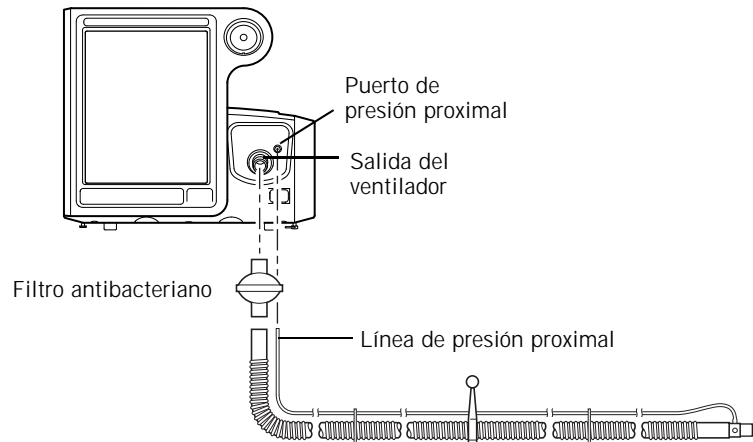
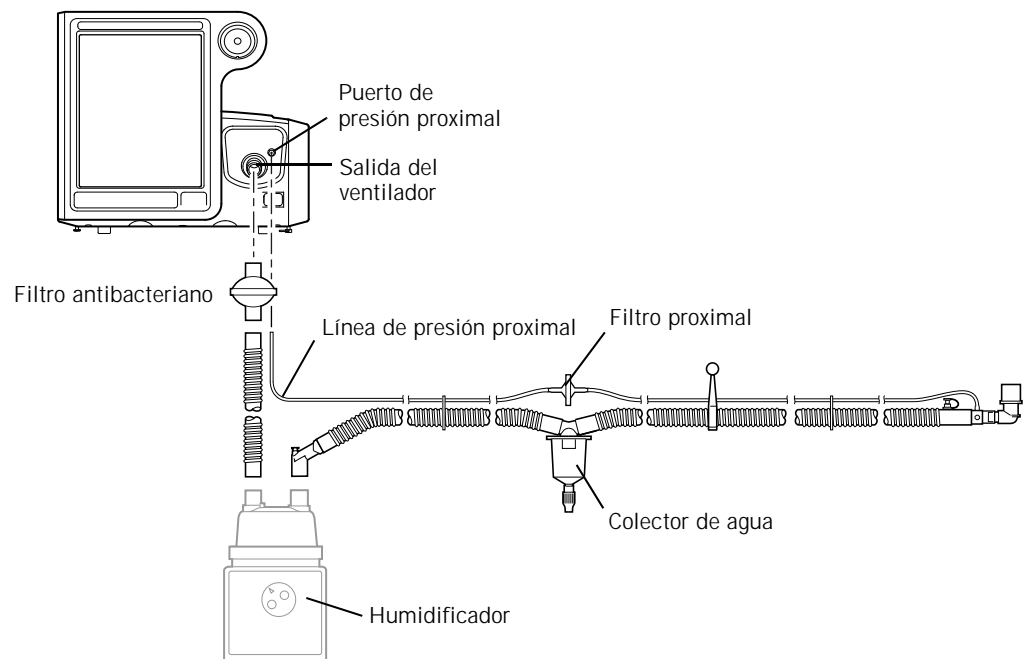

Figura 5-2: circuito de paciente no invasivo, sin humidificación
Figura 5-3: circuito de paciente invasivo, con humidificación
1. Ensamble el circuito del paciente, incluidos el filtro antibacteriano del flujo principal (inspiratorio), la línea de presión proximal y el humidificador (si se desea). En la Figura 5-2 en la Figura 5-3 se muestran las configuraciones de circuito para ventilación no invasiva e invasiva. Siga las instrucciones del fabricante respecto al uso de las piezas individuales, humidificador incluido.
1. Conecte el ventilador a la fuente de alimentación de CA y al suministro de oxígeno. Monte el circuito respiratorio del paciente.	El circuito respiratorio se ha montado correctamente. Consulte la Figura 5-2 la página 5-3 en o Figura 5-3 la página 5-3 de la misma página.